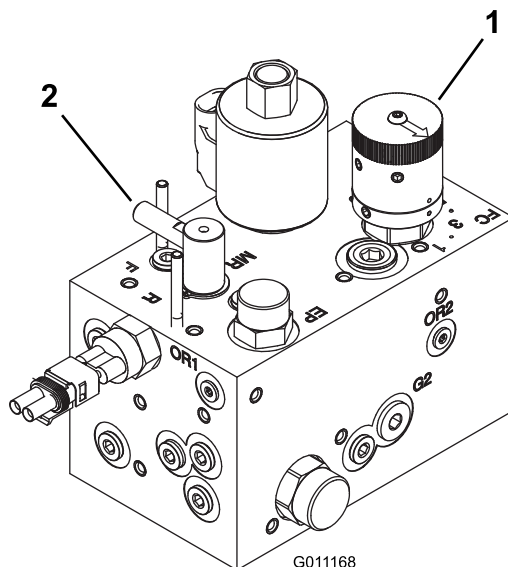

Figura 72
3. Rode o controlo de rectificação para a posição de rectificação (R). Rode o controlo da velocidade dos cilindros para a posição 1. Ver Figura 72.